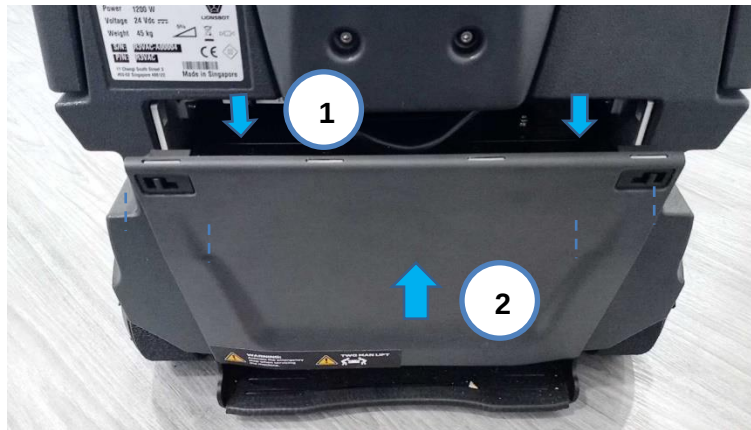
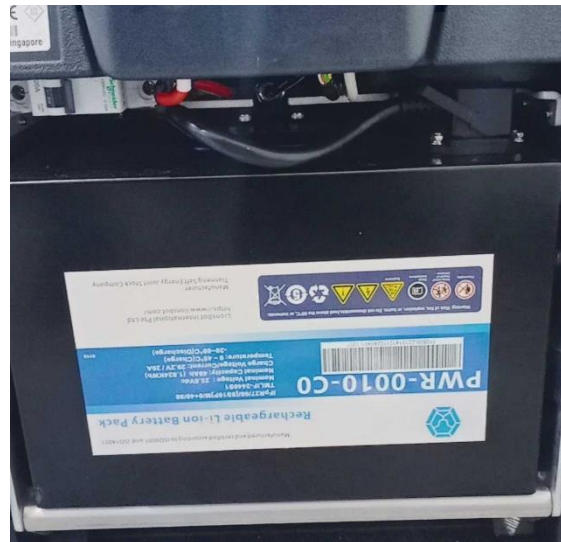

Fig. 3
Fig. 4
3. Kantel het paneel er voorzichtig uit (fig. 3). Til het paneel omhoog om de accu te onthullen (fig. 4).